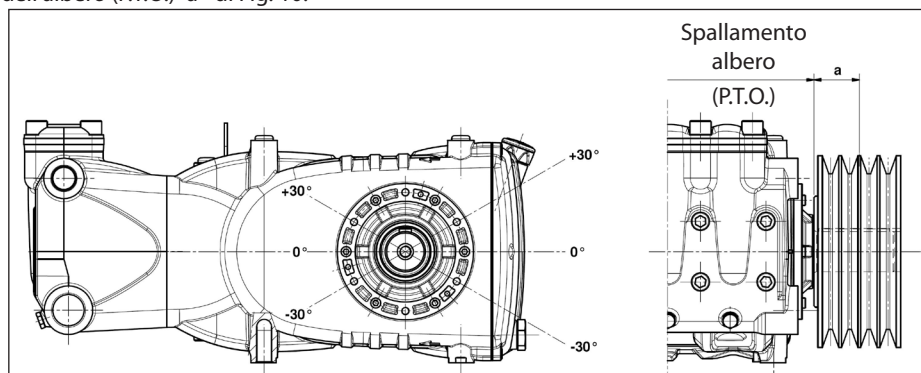

Fig. 10
Il carico radiale sull'albero non deve essere superiore a 7500 N (valore necessario per la definizione del Lay-out). La trasmissione è considerata adeguata se tale carico è applicato ad una distanza massima  $a=40$  mm dallo spallamento dell'albero (P.T.O) come indicato in Fig. 10.
- b) Utilizzare cinghie ad alto rendimento - per esempio **XPB** invece di **SPB** - in quanto risulterà necessaria una quantità inferiore di cinghie a parità di potenza trasmessa ed una conseguente distanza inferiore della risultante rispetto allo spallamento dell'albero (P.T.O.) "a" di Fig. 10.